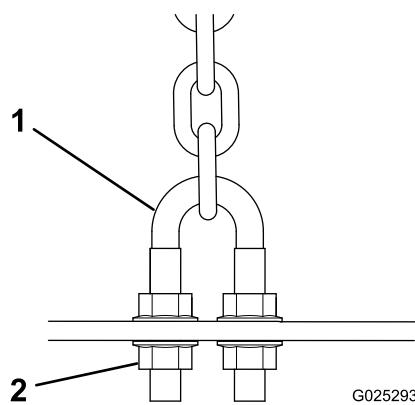
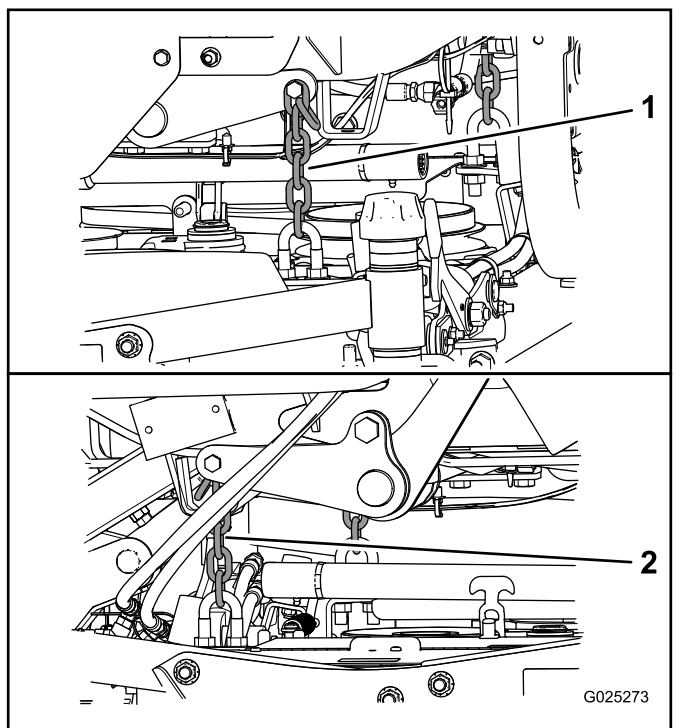

Figura 10
Figura 11
7. Regolate i controdadi dei cavallotti (Figura 10) che fissano le catene posteriori (Figura 11) del tosaerba per sollevare la parte posteriore del tosaerba in modo che il passo sia impostato tra 8 e 11 mm.
8. Regolate i controdadi che fissano le catene della scocca al piatto di taglio, fino a livellare il piatto di taglio (Figura 11).